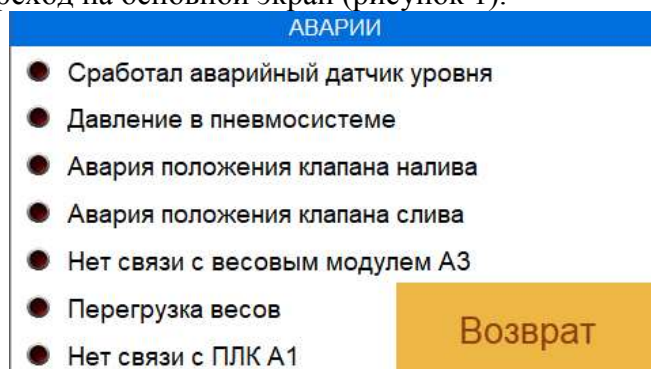

Рисунок 5 – Экран аварий
11.6.1 При возникновении автоматически диагностируемых неисправностей (аварий), на основном экране появляется мигающая кнопка-индикатор «Авария». При нажатии на эту кнопку происходит переход на экран «Аварии» (рисунок 5).